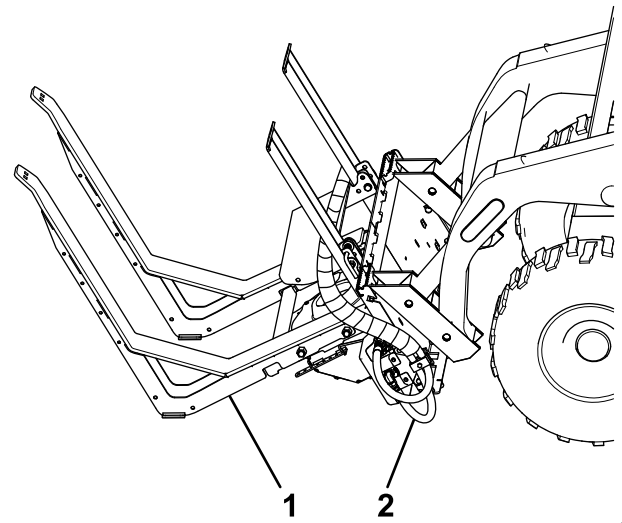

Figura 11
2. Conduzca la minicargadora hacia adelante hasta la parte trasera del armazón del esparcidor (Figura 11).
5. Conecte las mangueras hidráulicas a los conectores para accesorios de la minicargadora (Figura 11).